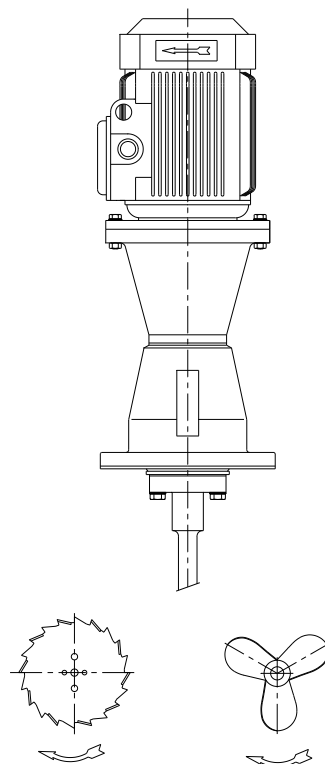

Figura 5.1
- Comprovar se o sentido de rotação da hélice é o correcto (sentido de rotação horário visto pelo lado do accionamento.). Ver figura 5.1.